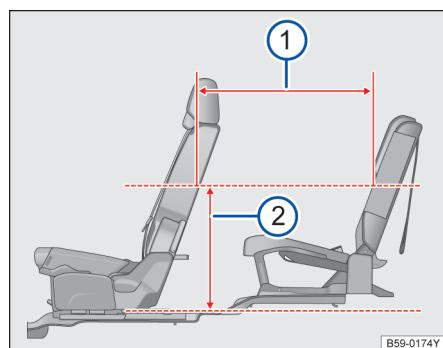

图 102 第二排座椅和第三排座椅的座间距
地板 500mm 处→图 102②，第二排及第三排座椅
座间距为 738mm→图 102①。